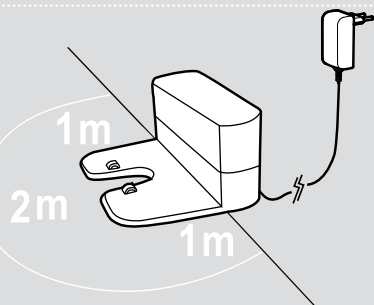

Abb. 2
1. Stecken Sie das Netzteil in die Steckdose und verbinden Sie es mit der Ladestation. **[Abb. 2]**
4. Im Umkreis von 2 Metern vor der Ladestation und 1 Meter rechts und links davon dürfen sich keine Gegenstände befinden. **[Abb. 2]**